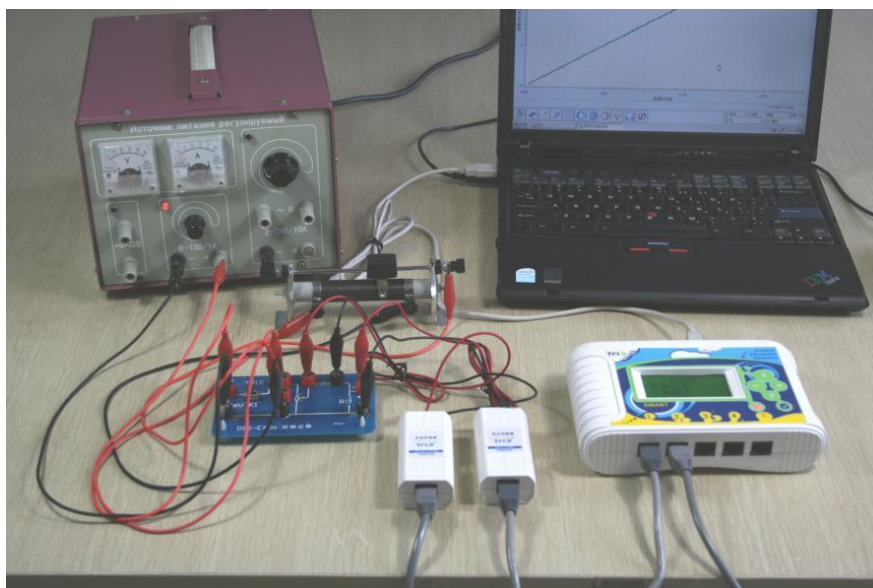

Рис.3 Собранная экспериментальная установка
1. Как показано на рис. 3 выше, подключите датчик напряжения, датчик тока к регистратору данных, а регистратор - к компьютеру;
3. Соберите установку и подключите плату согласно рис.3, включите питание, переведите переключатель K1 в положение 1;